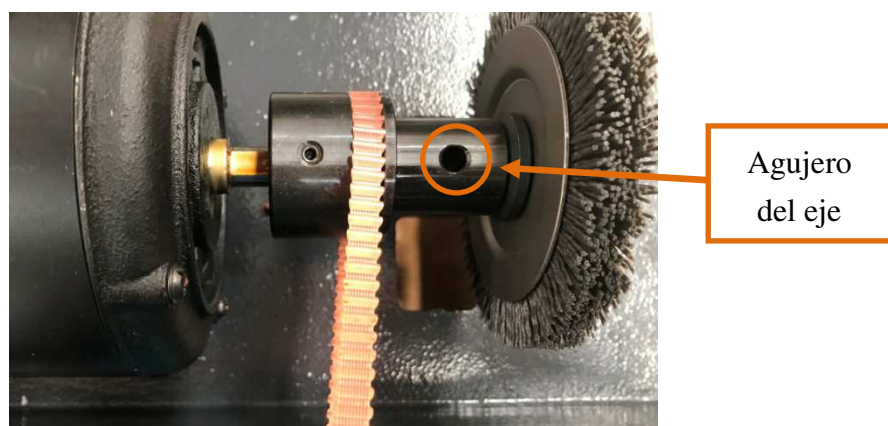
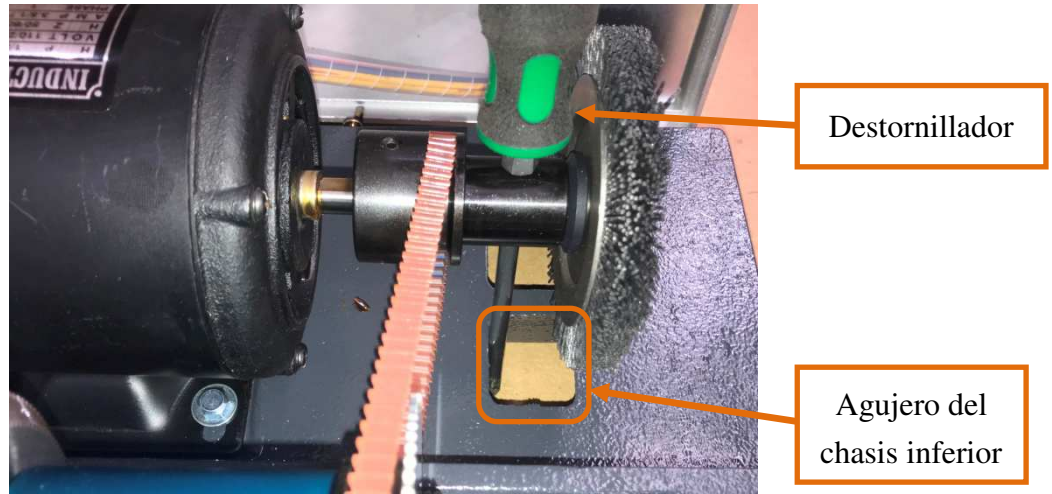

Figura 54
Figura 55
- 4) Introduzca un destornillador grande por el agujero del eje (ver figura 54) hasta que atraviese también uno de los agujeros del chasis inferior de la máquina (ver figura 55), lo que mantendrá el eje del cepillo inmóvil al aflojar la tuerca (paso 5).